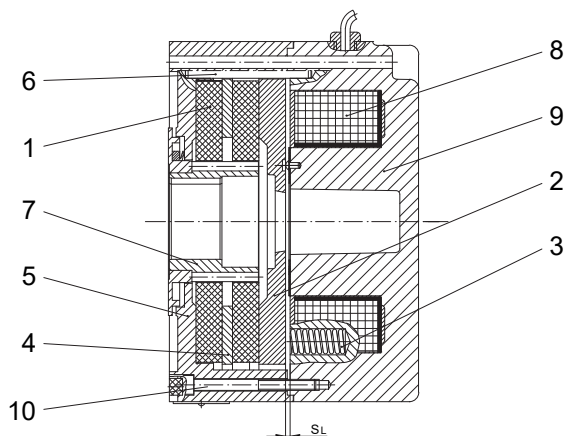

Рис. 1. Пружинный тормоз с промежуточной пластиной серии Z..
| 3 Принцип действия                   | <p>Принцип действия изображен на рис. 1 на примере однодискового пружинного тормоза (серия Z...).</p> <p>3.1 Тормоза</p> <p>Тормозные диски (1) по оси прижимаются прижимной пластиной (2) и пружинами (3) к промежуточной пластине (4) и центрирующему фланцу (5). Цилиндрические штифты (6) блокируют радиальное движение прижимной и промежуточной пластин. Передача тормозного момента ротору осуществляется посредством зубчатого зацепления между тормозными дисками и жестко смонтированным на валу поводком (7). Ступени тормозного момента изменяются с увеличением или уменьшением числа пружин (см. главу 7).</p> <p>3.2 Отпускание</p> <p>С подачей тока постоянного напряжения на тормозную катушку (8) прижимная пластина под воздействием образующегося магнитного поля притягивается к магнитному корпусу (9) против усилия пружины. За счет возникающей при этом разгрузки тормозных дисков приводится в движение ротор. Большой выбор параметров электромагнитов позволяет избегать повышенного воздушного зазора <math>s_L</math>, образующегося в результате износа тормозных дисков. Возможность последующей подрегулировки не предусмотрена. Однодисковые пружинные тормоза серии E... соответствуют по структуре и принципу действия описанным здесь двухдисковым тормозам. Отличие лишь в отсутствии промежуточной пластины и тормозного диска.</p> |
На основе изображенных на рис. 1 вариантов исполнения все тормоза могут быть оснащены следующим дополнительным оборудованием: